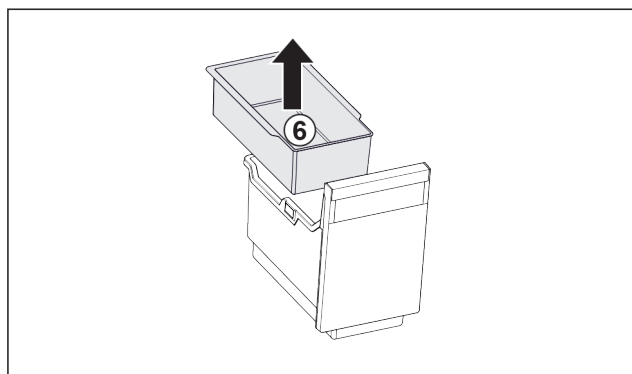

Fig. 192
- ▶ Hiqni tasin me varje Fig. 192 (6).